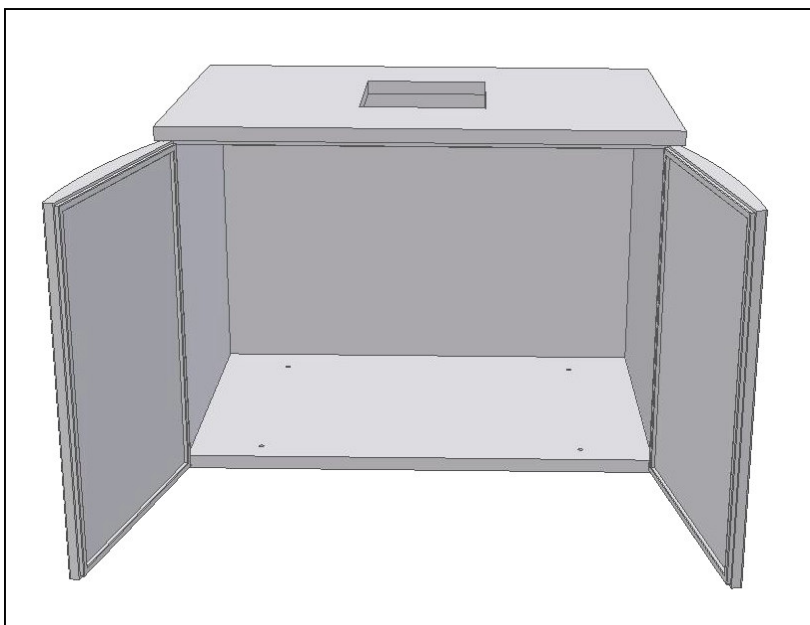

Abb. 9
- Führen Sie die **Tür (rechts und links)** an der Boden- und Abdeckplatte ein (Abb.9);